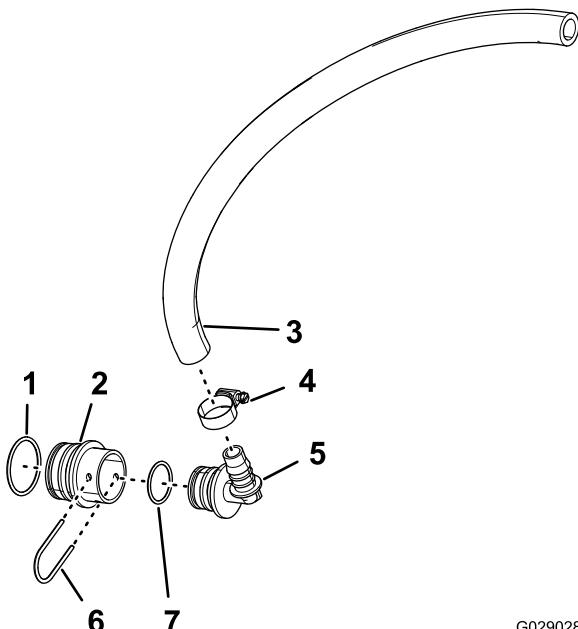

Figure 37
rainure du raccord à 90° à emboîtement (Figure 37).
- 6. Montez le raccord à 90° à emboîtement ans le raccord réducteur et fixez les raccords avec un étrier de maintien (Figure 37).
- 7. Branchez le flexible de transfert de 1,9 x 61 cm sur l'extrémité cannelé du raccord à 90° à emboîtement et fixez le flexible et le raccord avec un collier (Figure 37).